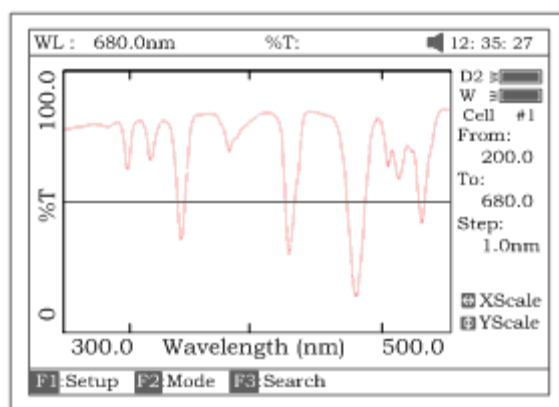

Рис. 48
- Нажмите **[ВВОД]** , чтобы подтвердить сделанные изменения. После подтверждения изменений прибор вычертит спектр заново (рис.48)
- Нажмите клавишу [СОХРАНИТЬ]. *Примечание: загрузку или сохранение спектра нужно выполнять в главном рабочем окне режима сканирования (рис.48). Из режима поиска значений вы можете вернуться на требуемое окно с помощью клавиши [ОТМЕНА].*